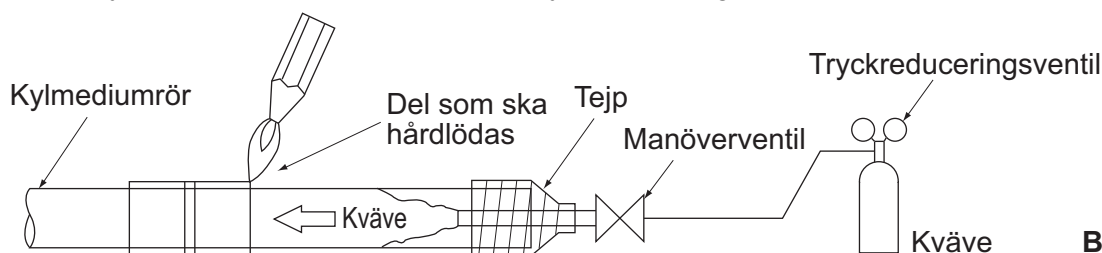

Bild 16
2. Vid hårdlödning efter kväveflödning genom rören och substitution av luft med kväve, är det lämpligt att ange kvävetrycket till cirka 0,02 MPa med en tryckreduceringsventil. **(Se bild 16)**